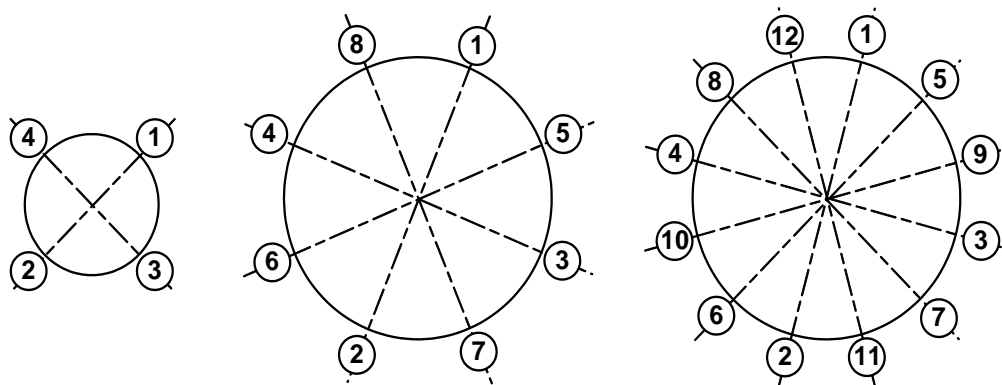

Рис.2 - Очередность затяжки гаек на фланцах
4.2.4 Затяжка гаек при установке ППР или имитатора в трубопровод должна производиться в очередности, обозначенной на рис.2, динамометрическим ключом с крутящим моментом не более, указанного в табл.2.